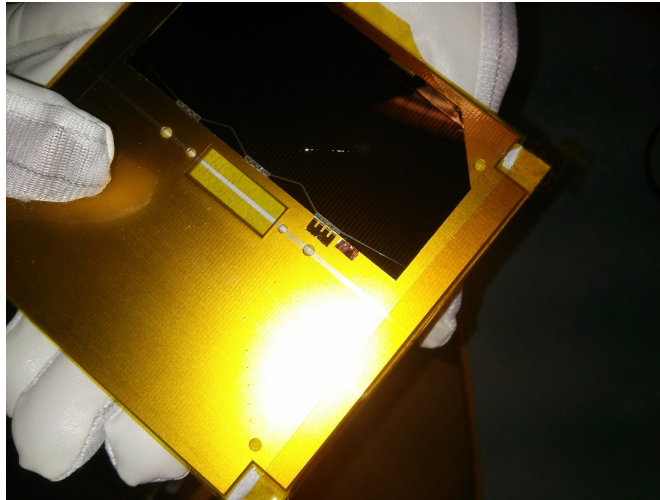

Figure 1: Eksempel på aausat3 solcelle med monteret tap og kapton
- Skær 2 ud af 3 originale taps af med skalpel, så der kun er en tilbage - vi skal have loddet ny tap på underside, ca. 1-2mm fra den originale tap, se fig 1 og 9
- Halver den sidste originale tap, så den bliver ligesom på fig 1. Se note ovenfor (læg ikke vægt på skalpellen, lad tyngdekraften klare det)